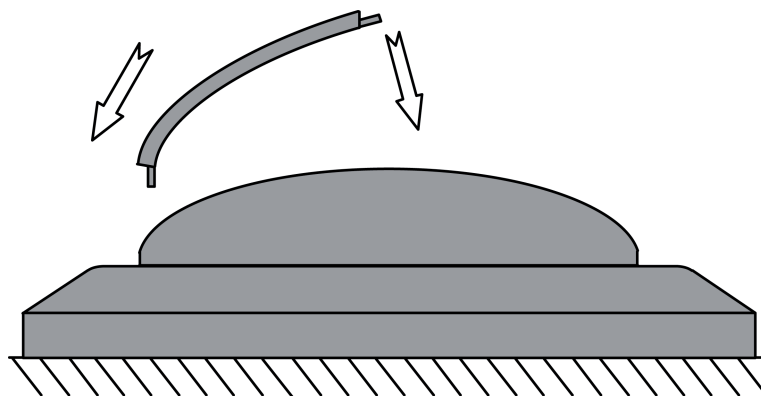

Figure 15: Montage du cache 90°
- Montage du cache (figure 15). Angle de détection env. 90°.